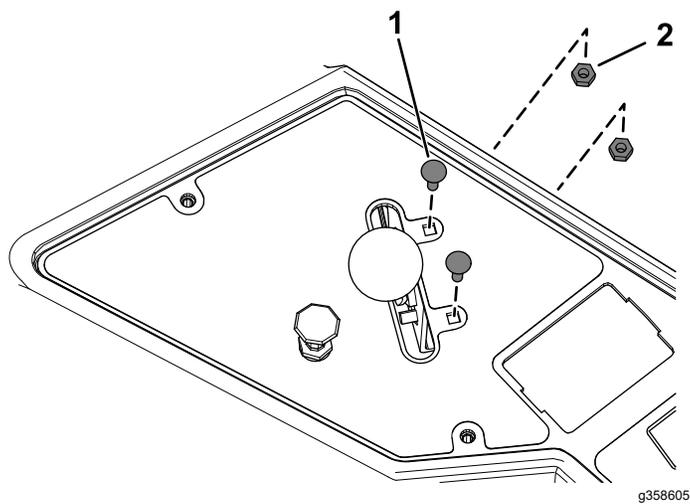

図 20
2. スロットルレバーをコントロールパネルに固定しているボルト2本とナット2個を取り外す 図 20。